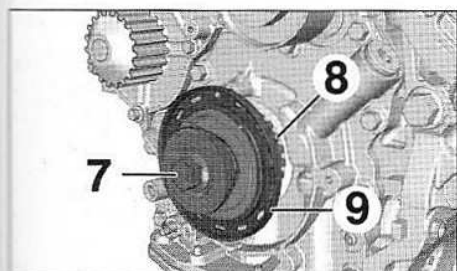

FIG.11
- la vis (7) de poulie de vilebrequin (Fig.11),
- le pignon (8) de vilebrequin en prenant soin de ne pas endommager la cible (9).